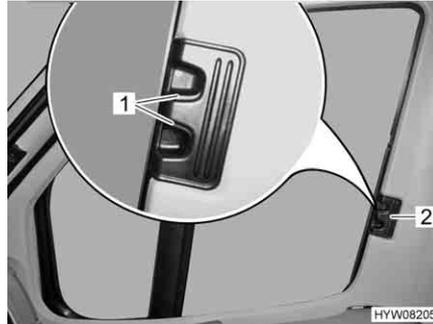

Fig. 89 Estor plegable para la ventana del conductor/acompañante
- Presionar los tiradores de desbloqueo (Fig. 89,1) y mantenerlos presionados.
- Cerrar los estores plegables para la ventana del conductor y la ventana del acompañante tirando en el tirador (Fig. 89,2) hacia el otro lado de la ventana y uniéndolos en las tiras magnéticas.
- Introducir los estores plegables para la ventana del conductor y la ventana del acompañante hasta el tope desplazando el tirador (Fig. 89,2).
- Soltar los tiradores de desbloqueo (Fig. 89,1) y dejar que engatillen.